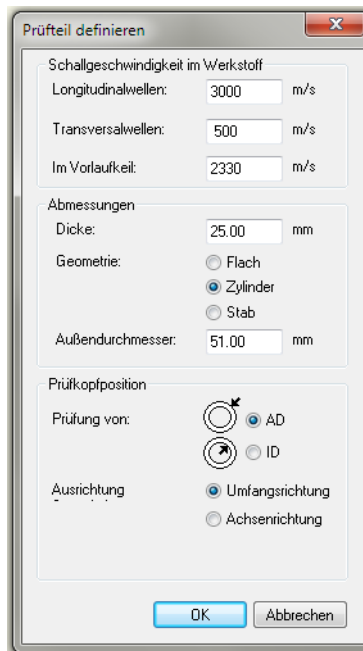

Abbildung 7-70 Dialogfeld Prüfteil definieren
4. Definieren Sie im eingeblendeten Dialogfeld **Prüfteil definieren** das Prüfteil wie folgt (siehe Abbildung 7-70 auf Seite 435):